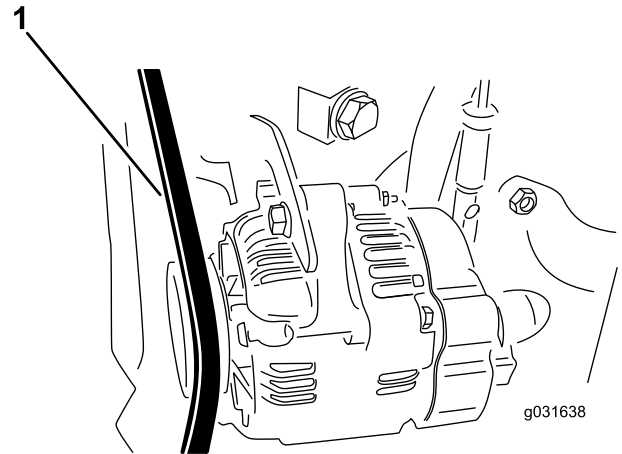

Figura 76
4. Aplique una fuerza de 30 N (22 pulgadas-libra) a la correa del alternador, en el punto intermedio entre las poleas (Figura 76).